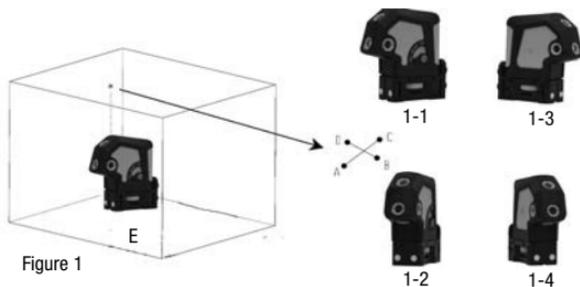

Figure 1
1. Coloque el instrumento en una superficie nivelada, como un trípode de cabezal plano centrado entre dos paredes (marcadas como 1 y 2) con una separación de 25 pies aproximadamente. (Vea la fig. 1).